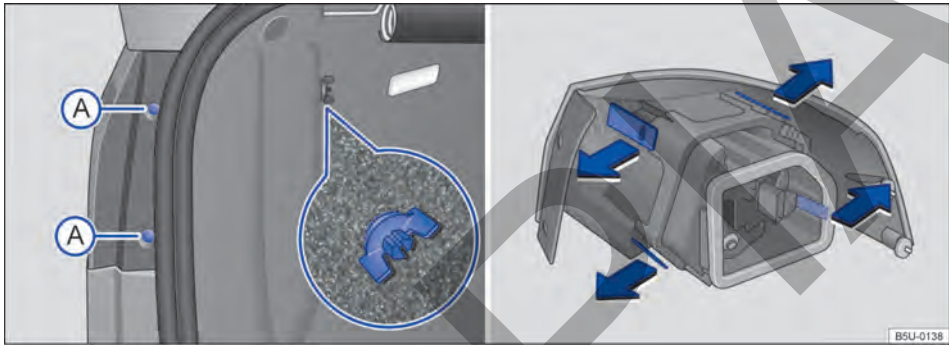

Fig. 116 En la carrocería remover la linterna trasera y el soporte de las lámparas.
3. Remover los tornillos de fijación → fig. 116 Ⓐ.
4. Soltar el tornillo mariposa → fig. 116 (lupa) y retirarlo, sosteniendo, al mismo tiempo, la linterna trasera.
8. Para desbloquear el soporte de las lámparas, presionar cada lengüeta de bloqueo en el sentido de las flechas → fig. 116.